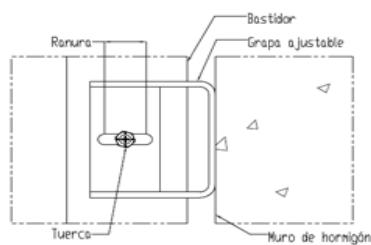
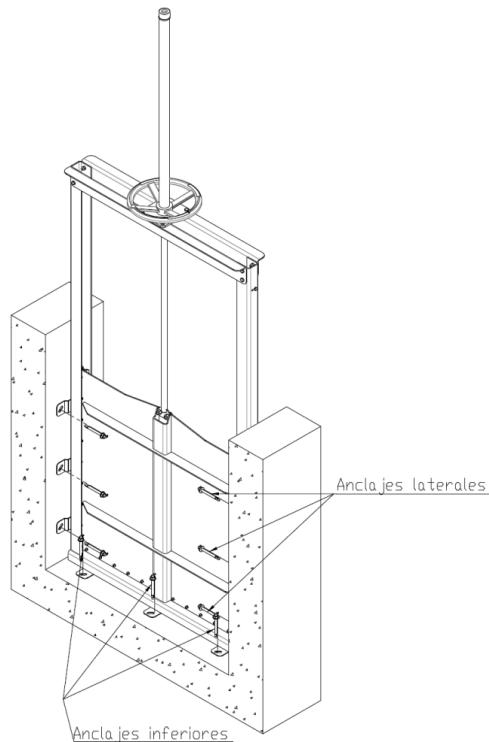

Figura 5
Figura 7
- Instalar los anclajes inferiores y, seguidamente, los anclajes laterales (ver Figura 7). Todas las compuertas canales de montaje mural lateral incorporan grapas de fijación lateral e inferior. Para tamaños pequeños (inferiores o iguales a 1500mm/60", aproximadamente), la compuerta canal incluye grapas de fijación lateral flexibles, los cuales no requieren de ningún ajuste en obra. Para tamaños más grandes (normalmente superiores a 1500mm/60") la compuerta canal incluye grapas de fijación lateral ajustables. Para ajustar dichas grapas hay que seguir los siguientes pasos (ver Figura 5):